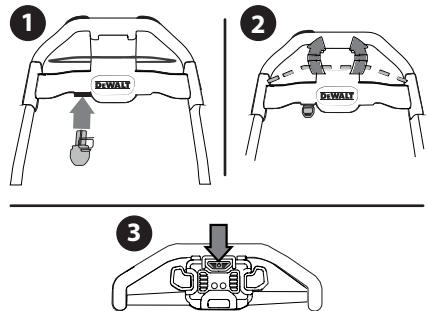

Figura 11
1. Inserte la llave de seguridad (a) en el borde inferior de la manija superior hasta que quede a presión en su lugar (Figura 11).
Para engranar la barrena y comenzar a quitar la nieve, apriete el asa de control de la barrena contra la manija superior y oprima el botón de arranque. Suelte el asa de control de la barrena para detenerla (Figura 11).
1. Suelte el asa de control de la barrena para detener el motor y la barrena (Figura 11).